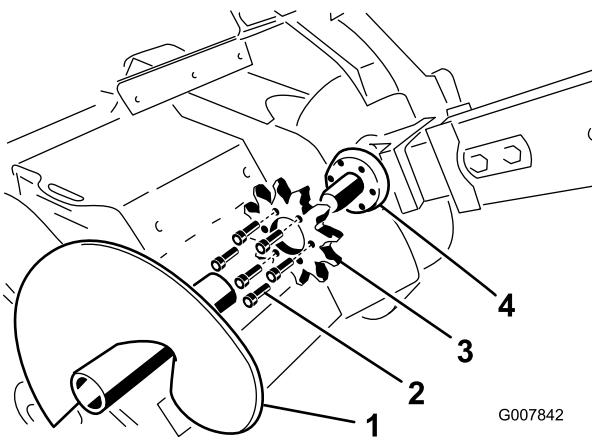

Figure 60
- Déposez la vis sans fin de déblayage (Figure 60).
- Enlevez les six boulons de fixation du pignon d'entraînement (Figure 60).
- Déposez le pignon d'entraînement et mettez-le au rebut (Figure 60).
- Nettoyez la surface de montage du pignon sur la trancheuse (Figure 60).
- Glissez le nouveau pignon d'entraînement sur l'arbre (Figure 60).
- Vissez à la main les six boulons dans le pignon (Figure 60).